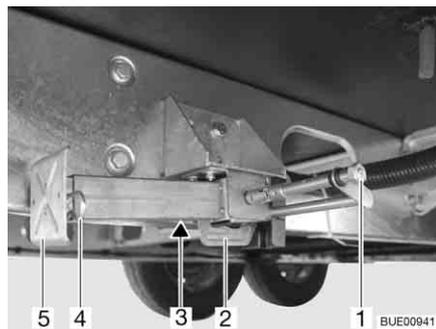

Fig. 47 Apoyo de elevación
- Colocar la llave de vaso en el hexágono (Fig. 47,1) y girarla hasta que el apoyo de elevación quede verticalmente hacia abajo.
- En caso de que la longitud del apoyo de elevación sea ajustable, extraer la clavija hendida (Fig. 47,4) de la prolongación del pie de apoyo (Fig. 47,5).
- Colocar la llave de vaso en el hexágono (Fig. 47,1) y girarla hasta que el apoyo de elevación esté de nuevo libre del suelo.
- Introducir totalmente la prolongación del pie de apoyo (Fig. 47,5) e introducir la clavija hendida (Fig. 47,4) en el orificio previsto para ello que hay en la prolongación del pie de apoyo.
- Girar el hexágono (Fig. 47,1) hasta que el apoyo de elevación se haya girado hacia arriba y la guía (Fig. 47,2) tenga contacto con el extremo de la ranura (Fig. 47,3).